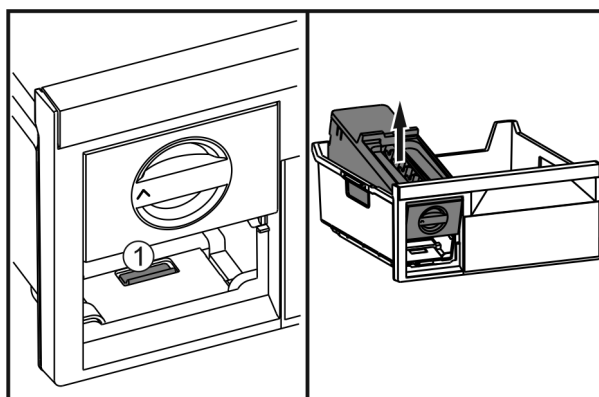

Fig. 63
- ▶ Appuyer sur la languette Fig. 63 (1), soulever l'EasyTwist-Ice depuis l'arrière et le faire sortir du tiroir de congélation.